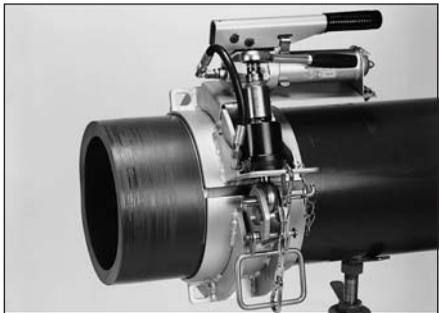

Abb. 8
Rohre, insbesondere bei größeren Durchmessern, können während der Lagerung unrund werden. Beträgt die Rohrovalität im Bereich der Schweißzone mehr als 1,5% von  $d$  (Außendurchmesser) bzw.  $\geq 3,0\text{mm}$ , müssen Sie die betreffenden Rohre im Bereich der Schweißzone runden. Verwenden Sie hierfür Rundungsschellen, die Sie am Ende der Schweißzone montieren (**siehe Abb. 8**).
**Beim Zusammenfügen nicht verkanten. Das PE-HD Rohr muss sich ohne Gewalt in die FRIAFIT®-Muffe einschieben lassen. Die Montage kann durch gleichmäßig um die Stirnkante verteilte Schläge mit einem Kunststoffhammer erfolgen. Das bearbeitete Einsteck-Ende muss bis zur Markierung eingeschoben werden. Gegebenenfalls sind Rundungsschellen zu verwenden (siehe Abb. 8).**